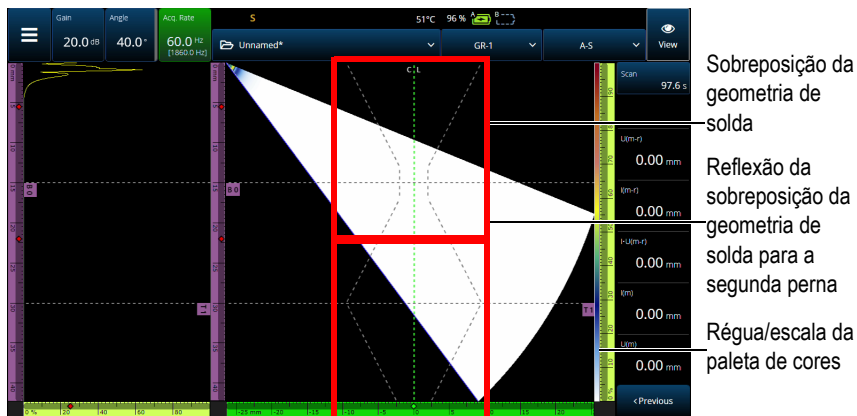
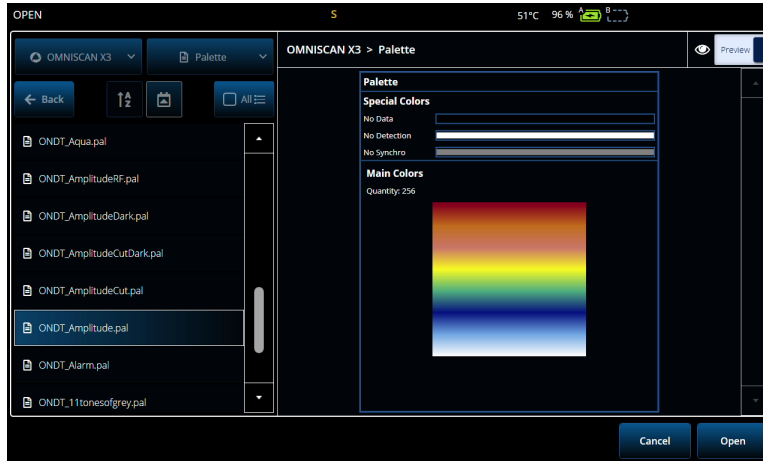
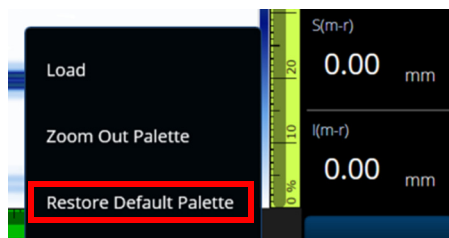

Figura 2-57 Exemplo de uma sobreposição de geometria de solda de offset em V
Figura 2-60 Seletor de paleta de cores
Figura 2-61 Restaurar paleta padrão
Se sua peça inspecionada incluir uma sobreposição (soldagem ou personalizada), você pode alternar a visibilidade da sobreposição. A sobreposição é um desenho da geometria da solda ou do desenho selecionado sobreposto na visualização do S-scan. Este recurso pode ajudá-lo a visualizar onde as indicações estão localizadas em relação à geometria da peça ou da solda (Figura 2-57 na página 111). A reflexão da sobreposição (para levar em conta a segunda perna, terceira perna, etc.) pode ser ligada/desligada no menu **Menu > Display > Overlay > Multiple Legs** (menu > tela > sobreposição > várias pernas).
- ◆ Toque e segure a régua/escala da paleta de cores (mostrada no lado direito da Figura 2-57 na página 111) e depois selecione **Load** (carregar). Revise as paleta de cores disponíveis e toque em **Open** (abrir) para mudar a paleta (Figura 2-60 na página 115).
- ◆ Pressione e segure a régua/escala da paleta (mostrada no lado direito da Figura 2-57 na página 111) e selecione Restore Default Palette (restaurar paleta padrão) (consulte a Figura 2-61 na página 116).